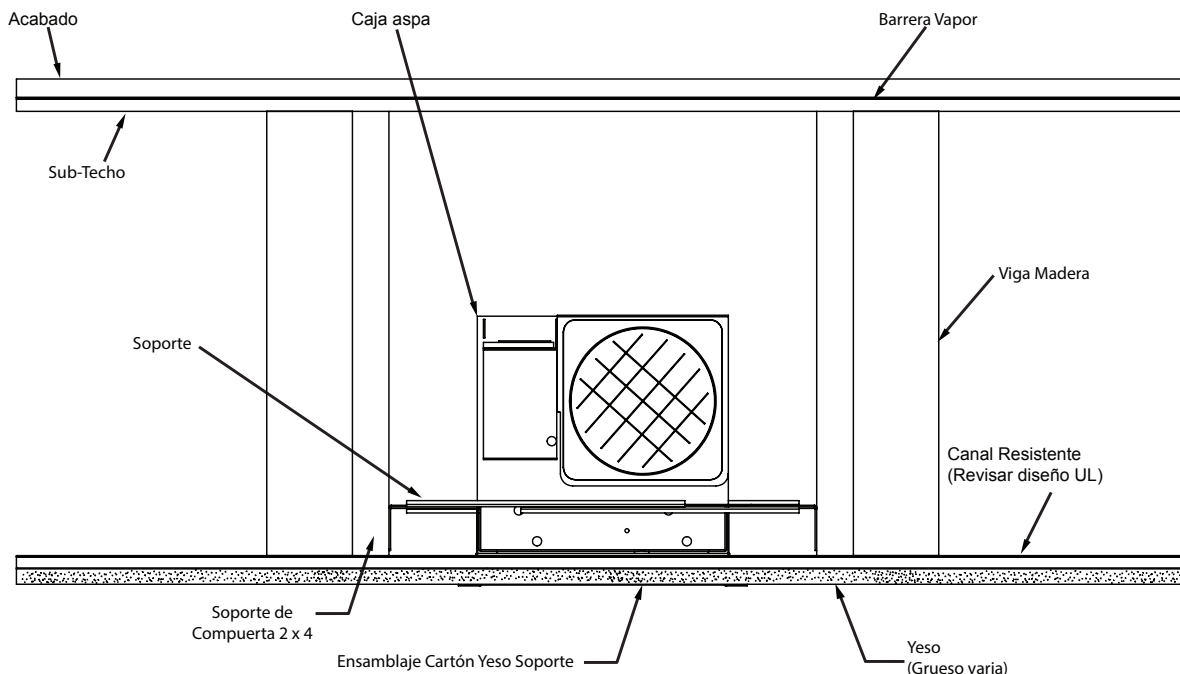
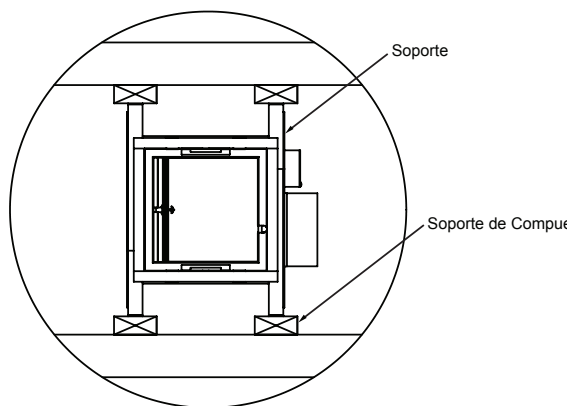

Figura 1
Figura 5
3. Antes de instalar la compuerta/aspas, deben ser instalados los soportes de las compuertas en el ensamblaje del techo (Ver figura 1 y figura 5). Deberán ser instalados 4 soportes de compuerta a partir de cortes a la altura de la viga de 2x4, ubicados alrededor de la ubicación de la compuerta/aspas. Los soportes de la compuerta deberán tener un espaciamiento de 11-9/16"